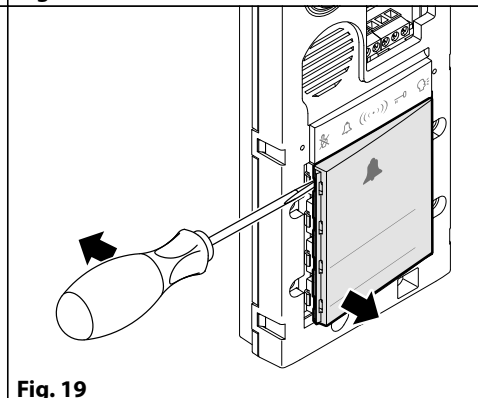

Fig. 19
1. Una volta rimosso la cornice anteriore (vedi punto 1), estrarre il cartellino facendo leva con un cacciavite piatto (Fig. 19).